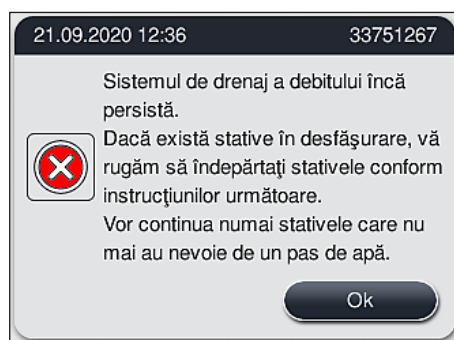

Fig. 127
- Dacă blocajul nu poate fi îndepărtat în ciuda măsurilor de curățare, stațiile de apă sunt dezactivate din cauza nivelului critic de apă persistent. Stațiile de apă sunt afișate ca fiind defecte pe ecran. Pentru a anula unul sau mai multe programe, apăsați (→ "Fig. 125-2") sau (→ "Fig. 126-2") pentru a porni procesul de anulare controlat. Programele care nu necesită o etapă de apă sunt continuate până la sfârșitul procesului de colorare. Orice rack-uri rămase care necesită cel puțin o etapă de apă trebuie anulate și scoase din instrument. Confirmați următorul mesaj (→ "Fig. 127") apăsând **Ok**.